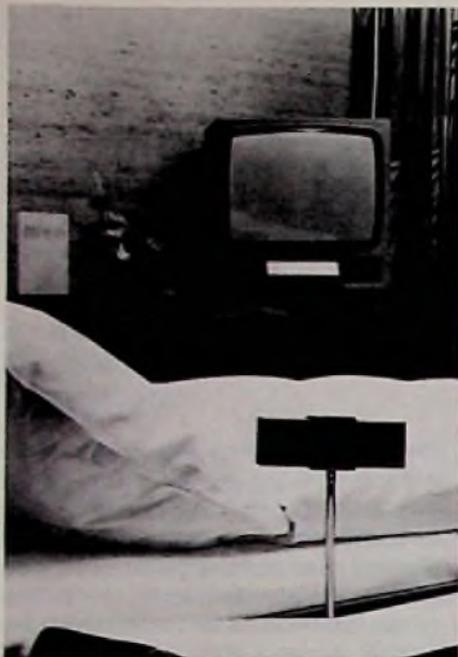

Bild 2. Mehrzweckmonitor mit Bedienungsteil und integriertem Lautsprecher im Hotelzimmer (IIT-Pressbild)
- und sogenannten Mehrzweck-Monitoren, die im Hotelzimmer vom Bett aus fernbedient werden können (Bild 2).